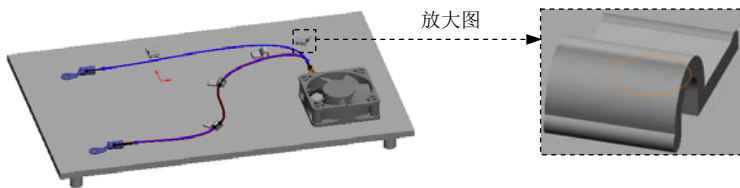

图 11.8.54 线夹旋转的结果
Step3. 参照 Step1 和 Step2,旋转另一线夹,在  旋转(R) 区域的  文本框中输入数值-120.0。旋转结果如图 11.8.54 所示。